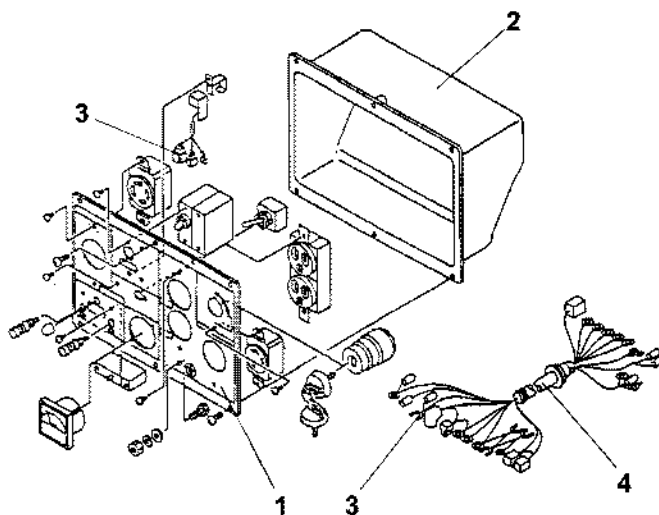

Рис. 14 Компоненты блока панели управления
- **Рис. 14** иллюстрирует объем и содержание работ и расположение узлов.
1. Снимите панель управления (**Рис. 14, (1)**) с коробки панели управления (**Рис. 14, (2)**).
2. Отсоедините все выводы (**Рис. 14, (3)**), подключенные к соответствующим электрическим устройствам.
3. Отсоедините жгут проводов (**Рис. 14, (4)**) от коробки управления (**Рис. 14, (2)**).